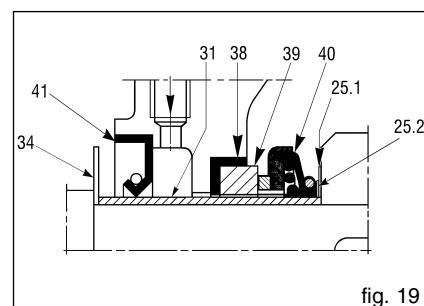
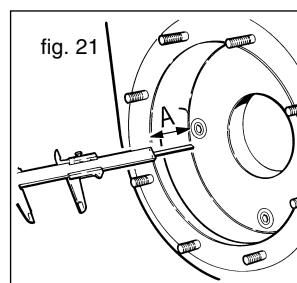

fig. 19
fig. 21
Para conseguir esto las cotas A y B de la fig. 21, 22, 24, 25 tiene que ser lo más posible pares. Con tal objetivo se usan los anillos de compensación (25.2) (fig. 19) dotados de junta estanca de repuesto. Tales anillos sirven para desplazar hacia adelante la rueda de álabes en el caso que se encuentre demasiado lejos del plato de desgaste frontal o demasiado cerca del trasero (cuando previsto). Los anillos de compensación deben ser montados entre el anillo de sostén de la junta estanca (25.1) (fig. 19) y la rueda de álabes. Ulteriores reparaciones pueden ser hechas con las guarniciones del cuerpo y del plato trasero. La interposición de la guarnición (43) (fig. 10) de espesor 0,5 mm determina la distancia requerida (fig. 23).